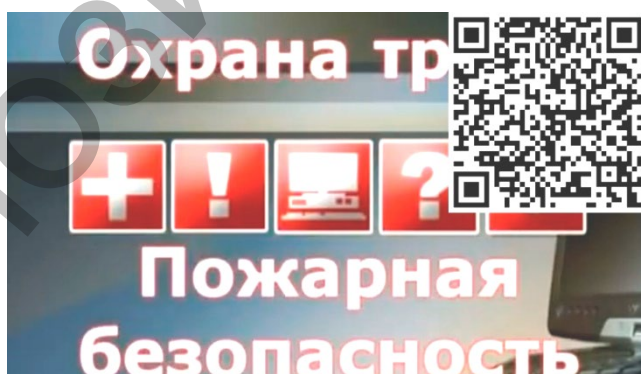

Рис.4 Охрана труда и пожарная безопасность (видео 20 мин. 58 с.)
- пожарная безопасность – состояние объекта, при котором исключается возможность пожара, а в случае его возникновения предотвращается воздействие на людей опасных факторов пожара и обеспечивается защита материальных ценностей (рис. 4).